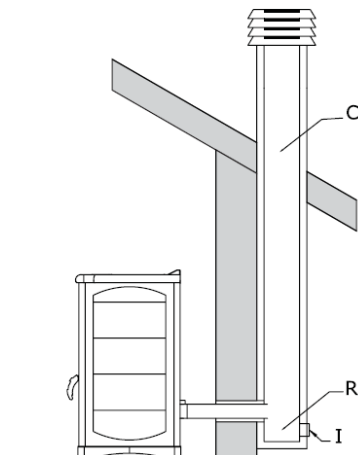

Figura 2.5: La descarga de humos con un tubo de la chimenea tradicional
Los humos de la estufa de combustión también se puede descargar usando el tradicional y preexistente conducto de la chimenea (figura 2.5), siempre que cumpla con las normas vigentes (véase UNI 10683). La norma pone de relieve las principales características de una buena chimenea (C), un número de las cuales se indican a continuación en forma concisa: